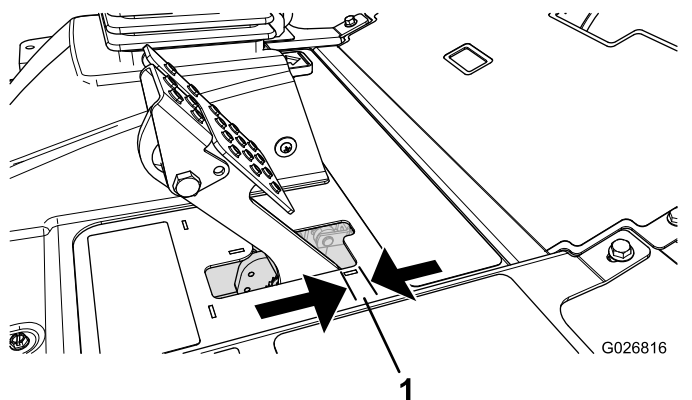

Figure 71
Réglez les freins si la garde à la pédale de frein est supérieure à 2,5 cm (Figure 71) ou si la force de maintien offerte est insuffisante. La garde est la distance parcourue par la pédale de frein avant que le freinage soit ressenti.
2. Serrez l'écrou arrière afin de pouvoir déplacer le câble en arrière jusqu'à obtention d'une garde de 6,3 à 12,7 mm (Figure 71), avant le blocage des roues.